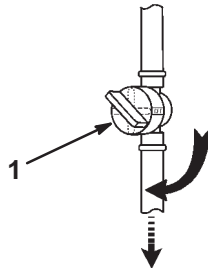

Bild 9
1. Öffnen Sie den Kraftstoffhahn (Bild 9), der sich zwischen dem Kraftstofftank und dem Motor befindet. Der Hahn sollte mit der Kraftstoffleitung ausgerichtet sein.